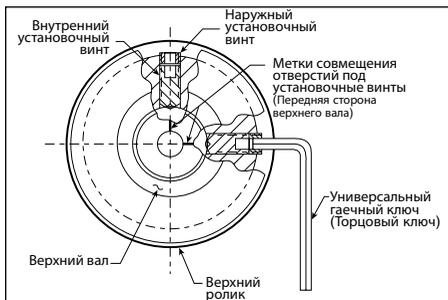

РИС. 8
**15.** Вставьте шестигранный ключ сквозь наружные установочные винты до упора во внутренние установочные винты, как показано на Рис. 8 выше. Выкрутите все внутренние установочные винты на два оборота.